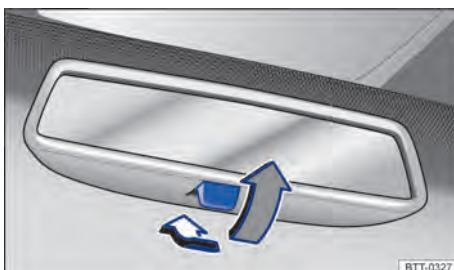

Fig. 78 No para-brisa: espelho retrovisor interno com antiofuscante manual.
- Posição noite: puxar a alavanca → **Fig. 78** (seta cinza), para evitar o ofuscamento dos faróis dos veículos que trafegam atrás.